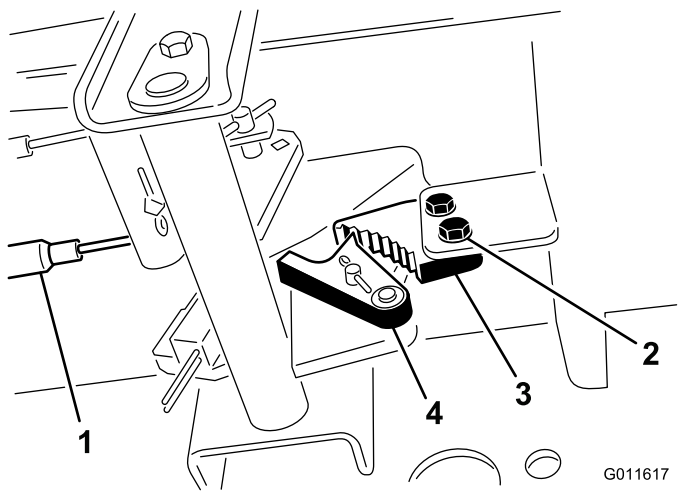

Figura 109
2. Afloje los 2 tornillos que fijan el trinquete del freno de estacionamiento al bastidor (Figura 109).
3. Pise el pedal del freno de estacionamiento hacia adelante hasta que la uña se engancha a fondo en el trinquete del freno (Figura 109).